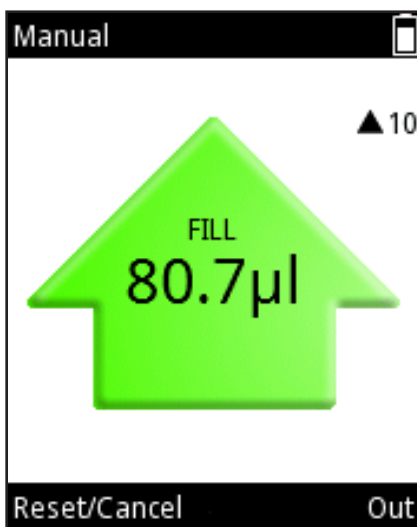

Abb. D34.
6. Falls Sie den **Auslöser** loslassen, bevor das Limit erreicht ist, können Sie mit der rechten Funktionstaste die Bewegungsrichtung ändern. Der Tastentext ( „Out“ oder  „In“) hängt davon ab, ob Sie gerade absaugen (vgl. Abb. D34) oder dispensieren.